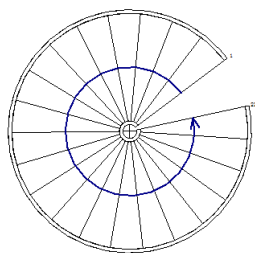

图 12-16 螺旋楼梯
(4) 在“属性”选项板中选择“组合楼梯 190mm 最大踢面 250mm 梯段”类型, 设置“底部标高”为“标高 1”, “底部偏移”为“0.0”, “顶部标高”为“标高 2”, “顶部偏移”为“0.0”, “所需踢面数”为“22.0”, “实际踏板深度”为“250.0”, 结果如图 12-16 所示。